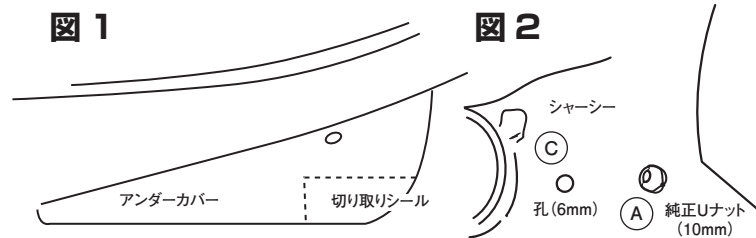

図3
- 3) シャーシからでている(A)ボルトにサイドスタンド①を(B)の孔に入れてシャーシ下右側からSワッシャ③(6mm)、ボルト②(6×18mm)を(C/D)の孔に入れて左側から図3の様にフランジナット④(6mm)で締め付けてください。
- 4) (A/B)にはめ込んだボルトに、自社薄型Uナット⑤(10mm)で締め付けて下さい。[外した純正のUナットは使用しませんので保管して下さい]